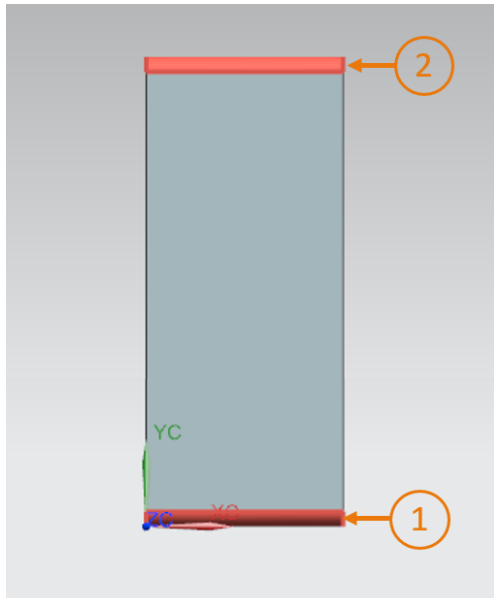

Abbildung 28: Transportband mit hervorgehobenen Rollenenden in Rot
Weitere Kollisionskörper sind die vordere und die hintere Rolle des Transportbands, wie in Abbildung 28 illustriert. Die Grundform für diese Rollenenden sind zylinderförmig. Beachten Sie, dass für jedes Ende ein eigener Kollisionskörper erstellt werden muss.
- Beginnen Sie mit dem vorderen Rollenende. Öffnen Sie dazu wieder das Befehlsfenster "**Kollisionskörper**". Wählen Sie als Objekt das **vordere Rollenende** aus (siehe Abbildung 28, Schritt 1) und als Kollisionsform "**Zylinder**". Vergeben Sie als Namen für diesen Kollisionskörper "**cbConveyorShortStart**" und schließen Sie die Erstellung ab.
- Fahren Sie jetzt mit dem hinteren Rollenende fort. Öffnen Sie den Befehl "**Kollisionskörper**". Als Objekt wird das **hintere Rollenende** ausgewählt (siehe Abbildung 28, Schritt 2), als Kollisionsform wird "**Zylinder**" angegeben. Geben Sie diesem Kollisionskörper den Namen "**cbConveyorShortEnd**" und schließen Sie die Erstellung ab.